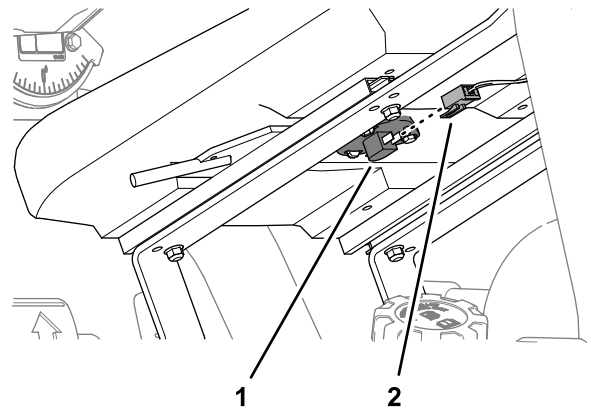

Bild 56
2. Verbinden Sie den 2-poligen Stecker mit den Klemmen für den Sitzschalter (**Bild 56**).